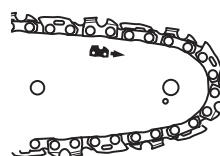

Fig. 4
9. La flèche indique le sens de rotation de la chaîne (fig. 4). Vérifiez que la chaîne passe bien autour du pignon de renvoi (8) du guide-chaîne (7).